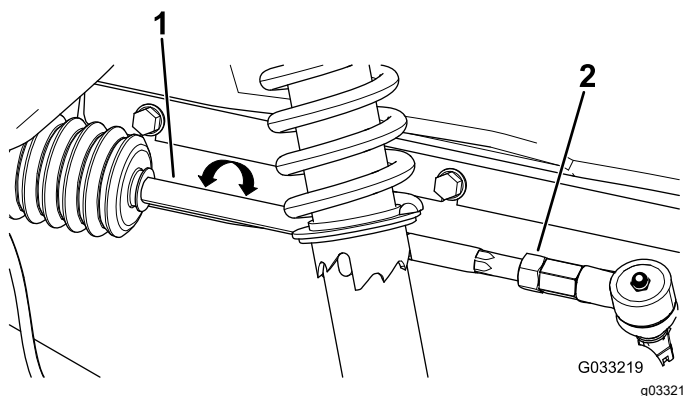

Figure 53
2. Si les mesures ne sont pas comprises entre 0 et  $\pm 3$  mm, desserrez les écrous de blocage aux deux extrémités extérieures des biellettes (Figure 53).